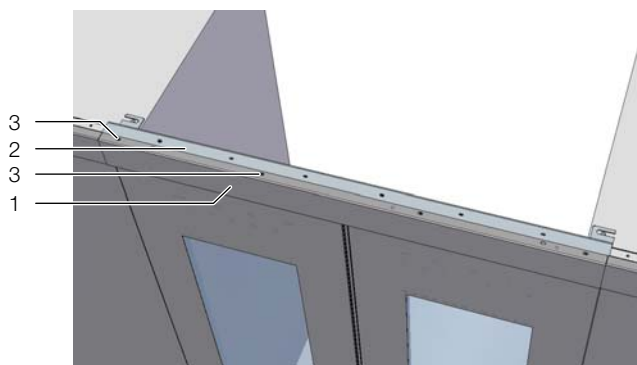

Рис. 38: Крепление средней панели
- Надеть среднюю панель на середину крепежной рейки и закрепить четырьмя винтами с полукруглой головкой М6 х 10 мм с использованием готовых резьбовых отверстий (рис. 38).